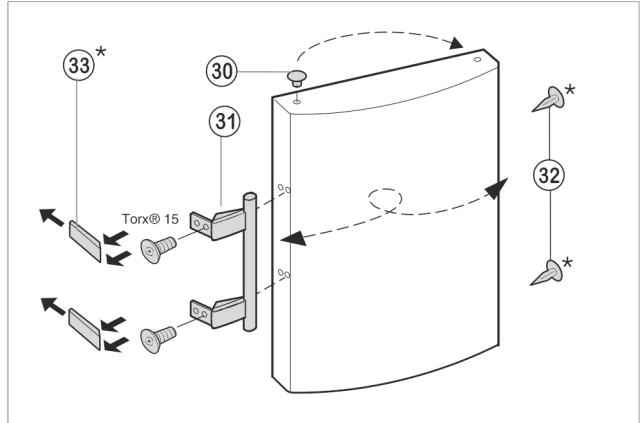

Fig. 8
- ▶ Извадете тапата Fig. 8 (30) от лагерната втулка на вратата и я преместете.
- ▶ Демонтирайте дръжката на вратата Fig. 8 (31), тапите Fig. 8 (32) и притискателните плочи Fig. 8 (33) и ги монтирайте на другата страна.